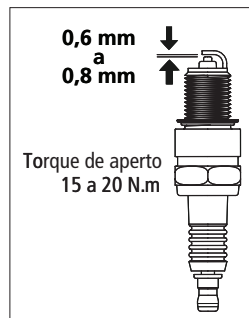

Fig. 34
5. Verifique a folga da vela de ignição. Dobre cuidadosamente o eletrodo lateral para ajustar a folga, se necessário [Fig. 34].